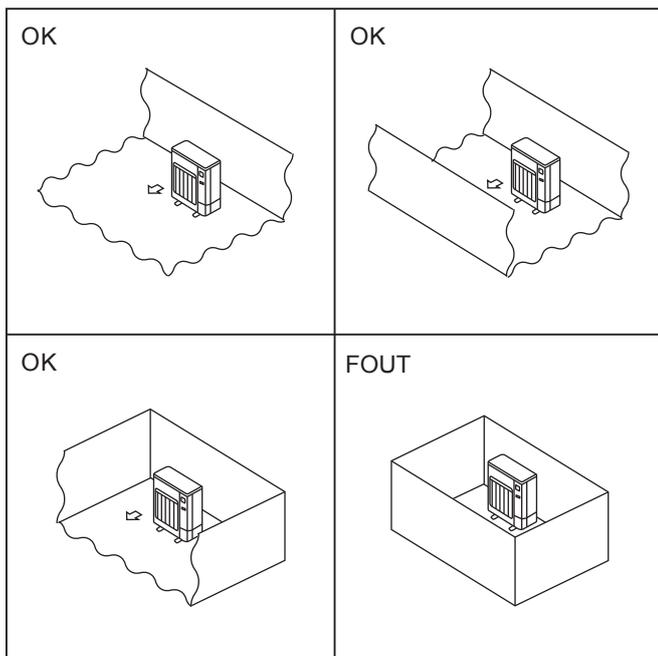

Fig. 2-2
- ⊙ Installeer buitenapparaten op een plaats met minimaal een van de vier zijden open en in een ruimte zonder verlagingsen die voldoende groot is. (Fig. 2-2)